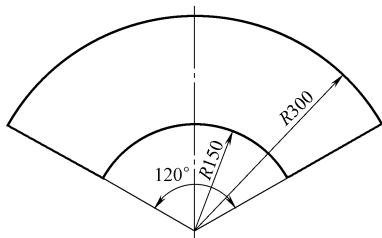

图 3-1
5. 在抗剪强度为 100MPa、厚度为 6mm 的铝板上冲制图 3-1 所示工件, 试计算需多大冲裁力。